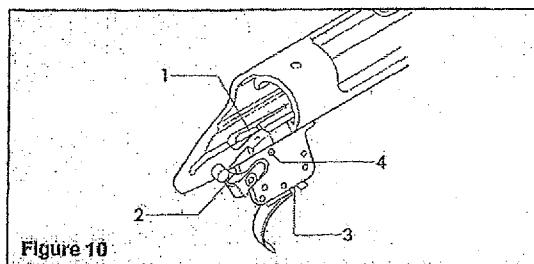

Figure 10
6. Pulvérisez de l'huile Rem™ sur la culasse et les 4 points du mécanisme de détente. Voir la figure 10. Laissez l'huile agir pendant 15 minutes. Pulvérisez de nouveau pour nettoyer les pièces. Secouez l'ensemble pour éliminer l'huile en excès.